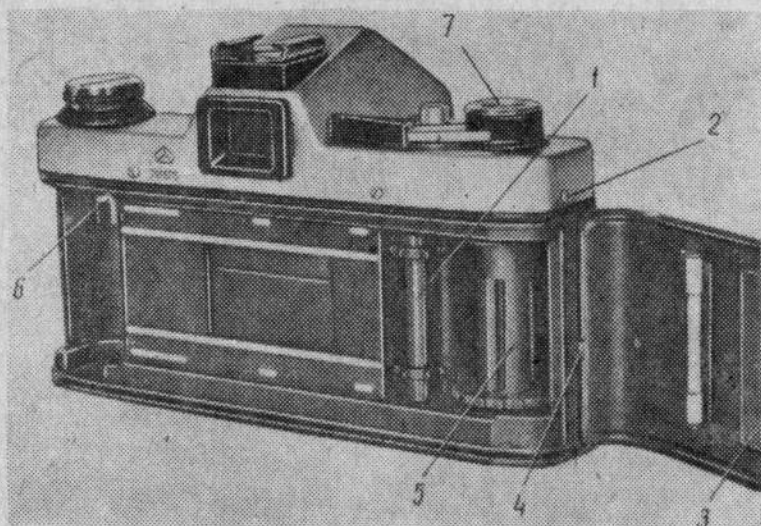

Рис. 5 Вид фотоаппарата с открытой задней крышкой:
8.7.2. Закрепить верхнюю крышку шестью винтами 2 (рис. 5). Установить на ось механизма взвода шайбу 8.942.070, втулку 6.240.424, рычаг 10 (рис. 2), кольцо 7. Закрутить втулку 8 и застопорить двумя винтами 8.914.067, затем закрутить винт 8.919.323. Винт 8.919.323 зафиксировать лаком НЦ-134 бесцветным ТУ6-10-1291-77 Ж₂.
(рис. 5) и взводе фотокамеры пленка и счетчик кадров не должны перемещаться. Допускается сдвиг пленки до 1 мм.
8.7.3. Ввернуть рукоятку обратной перемотки, придерживая вилку 6 (рис. 5). При выдвиге рукоятка должна иметь два фиксированных положения.
8.8. Установка задней крышки 3 (рис. 5)